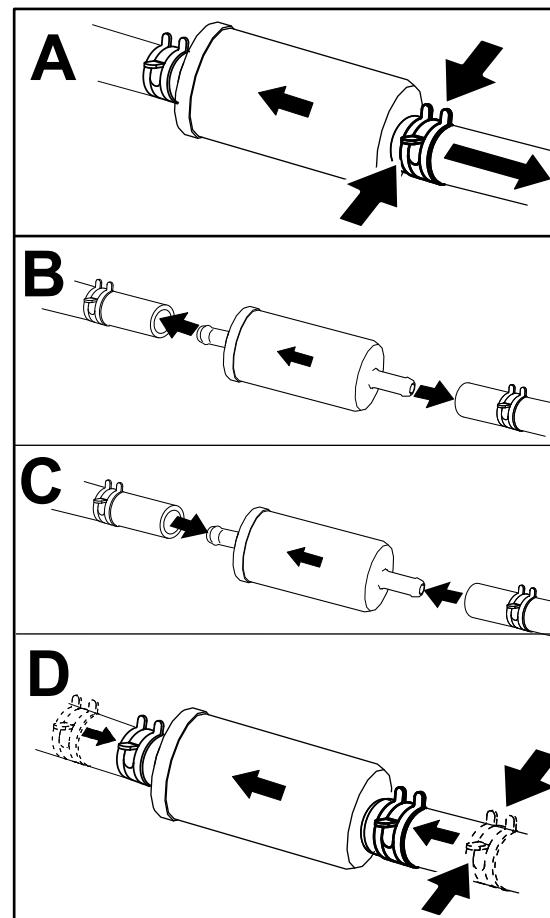

Figure 47
4. Remplacez le filtre à carburant comme montré à la Figure 47.